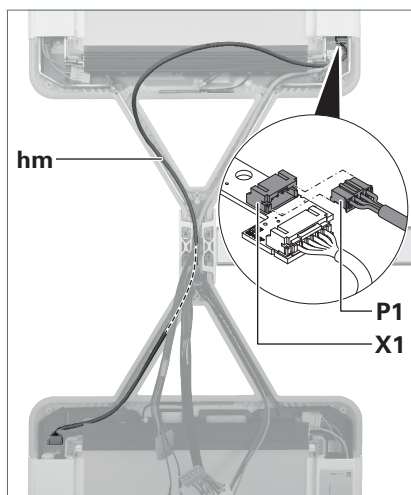

Fig. 18: Steuerleitung anschließen.
7. Legen Sie die Steuerleitung **hm** des Litzensatzes weiter, in den Tragarm des Leuchtenkopfs 1, siehe Fig. 18.